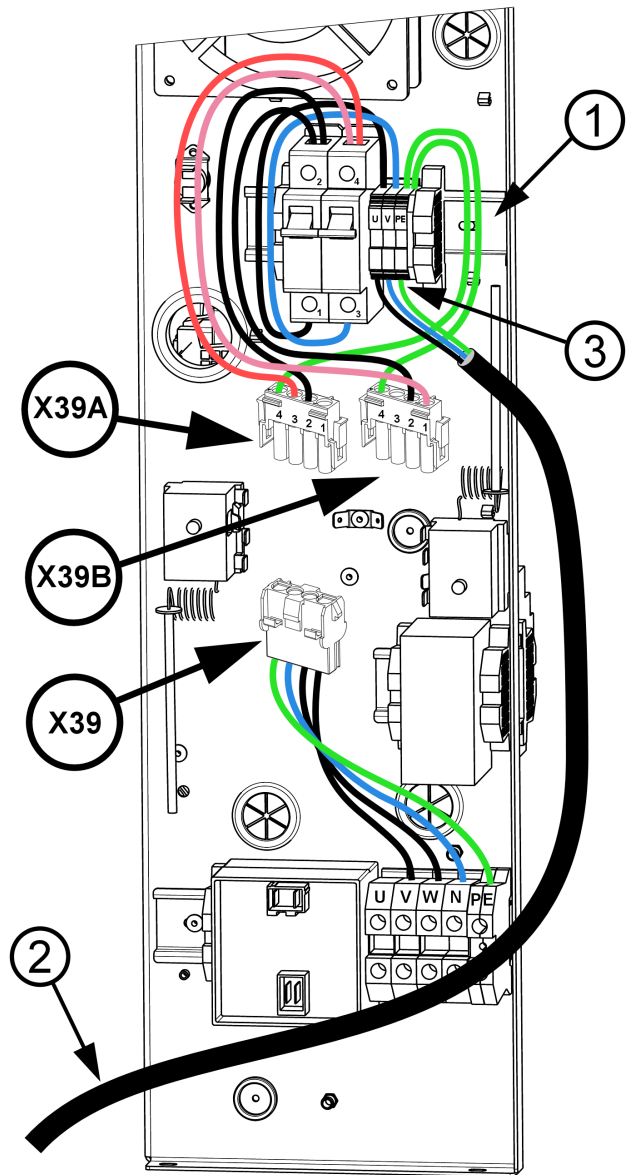

Abbildung 13: Anschließen des 0610-Haubensets
Fixieren Sie die DIN-Schiene mit Anschlussklemmen inkl. Absicherung vom Haubenset (1) mit Hilfe der M4x10 Schrauben und Muttern (Teil des Sets) bei den vorbereiteten Öffnungen auf der Schalttafelrückseite (siehe Abb. 13).
Schließen Sie einzelnen Kabel des Hauben-Netzkabels (2) von unten (3) an die Anschlussklemmen U, V und PE des Haubensets an (siehe Abb. 13).